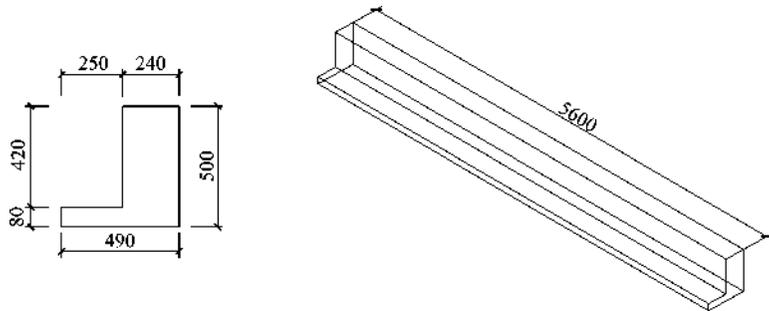

图 1-129 挑水屋檐
**【实例 1-39】** 绘制如图 1-129 所示的挑水屋檐。